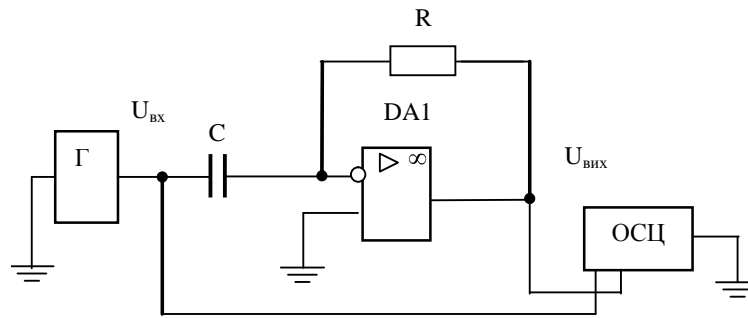

Рисунок 2
1. Зберіть схему диференціатора, наведену на рис.2, з реальним ОП (наприклад, LM 741). Вихідні дані: